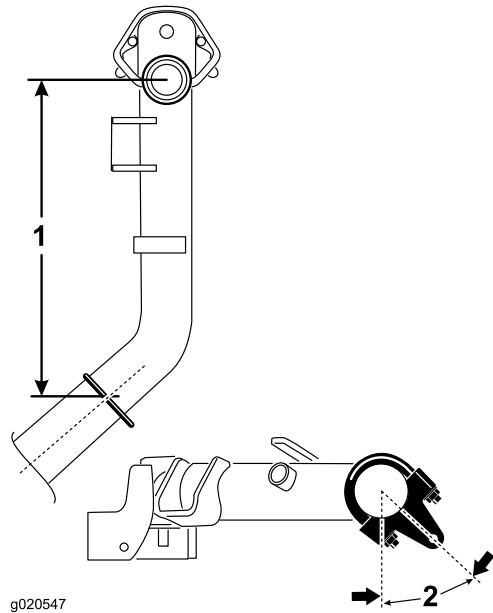

**Bild 4**
1. Positionieren Sie die Kettenhalterungen und die U-Schrauben an den Hubarmen Nr. 1, Nr. 4 und Nr. 5 38,1 cm hinter der Mittellinie des Kreuzgelenks (Bild 4).
2. An den Hubarmen Nr. 1 und Nr. 5 sollten die Halterungen 10 Grad nach rechts von der Vertikalen gedreht werden (Bild 4).
3. Am Hubarm Nr. 4 sollte die Halterung 10 Grad nach links von der Vertikalen gedreht werden (Bild 4).